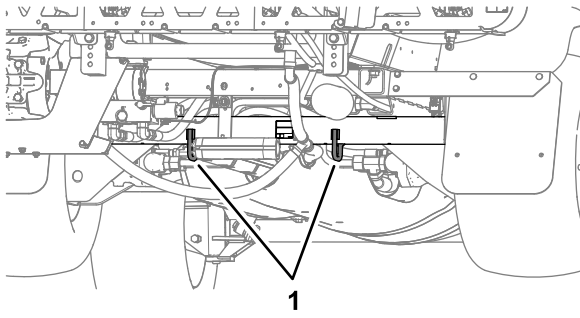

Figura 91
- Arrimez solidement la machine sur le véhicule de transport ; la Figura 90 et la Figura 91 montrent les points d'attache de la machine.